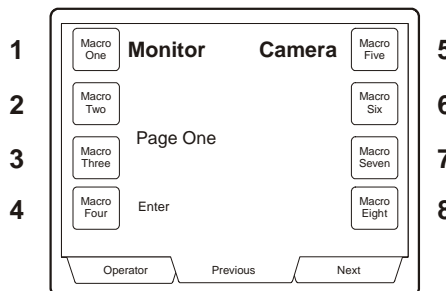

Figure 4.4 : numéros de référence des icônes de macros
5. Les huit icônes de macros sont référencées par les numéros 1 à 8 dans le menu de configuration de macro (voir la figure 4.4). Entrez le numéro correspondant à l'icône à programmer (1 - 8) et appuyez sur la touche logicielle KEY ID (ID DE TOUCHE).